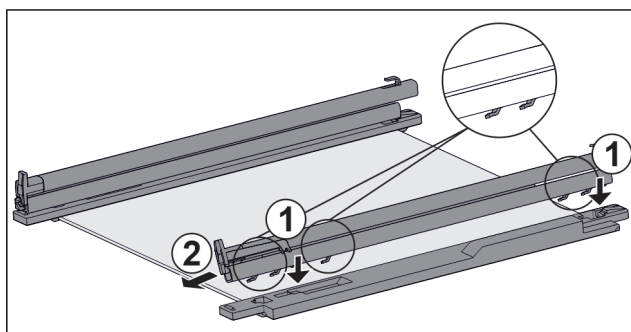

Fig. 59 Steklена plošča z vodili in držalnimi deli
- ▶ Kavelj vodila namestite na odprtine **levega** držalnega dela. Fig. 59 (1)
- ▶ Vodilo potisnite proti sprednji strani. Fig. 59 (2)
- ▶ Kavelj vodila namestite na odprtine **desnega** držalnega dela. Fig. 59 (1)